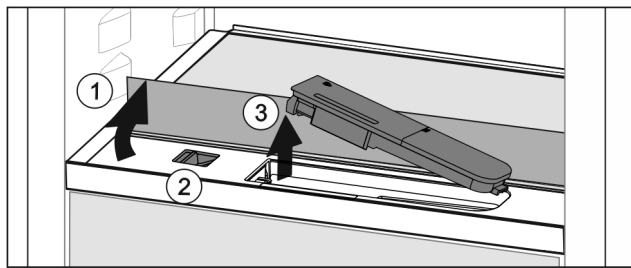

Fig. 43
- ▶ Поднять стеклянную панель и откинуть до упора назад Fig. 43 (1).
- ▶ Сдвиньте ползунок Fig. 43 (2) влево.
- ▶ Вынуть бак для воды Fig. 43 (3).